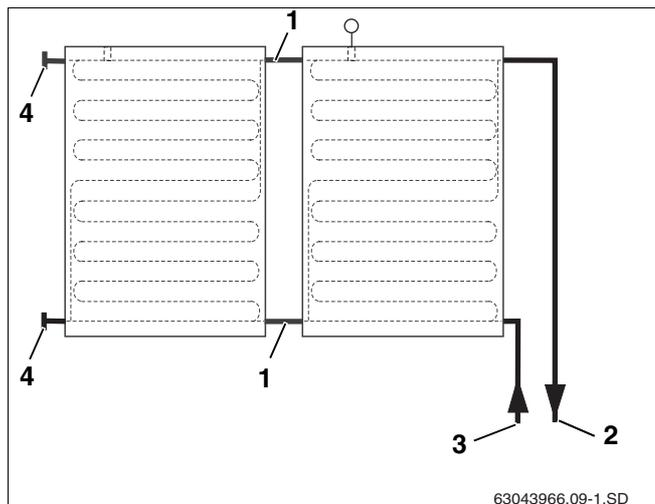
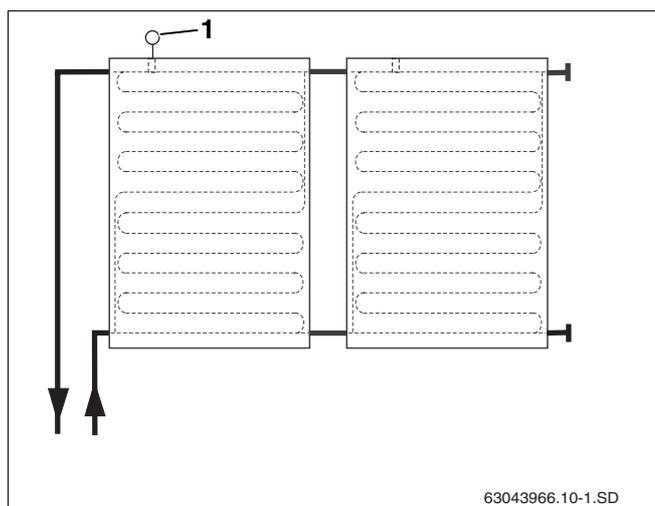

Fig. 17 Allacc. idraulico lato destro fino a max. 5 collettori
Fig. 18 Allacc. idraulico lato sinistro fino a max. 5 collettori
I collettori devono essere montati in maniera tale che i passanti per la sonda dei collettori (fig. 18, pos. 1) siano nella parte superiore.
Le tubazioni di allacciamento idraulico potranno essere collegate a destra (fig. 17) o a sinistra (fig. 18). In queste istruzioni, le tubazioni di collegamento sono state rappresentate sul lato destro.
L'allacciamento su un lato unico può essere realizzato con un campo di collettori costituito da max. 5 collettori (fig. 17 e fig. 18).